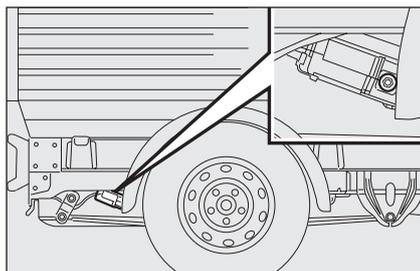

fig. 5
- Pour les châssis-cabine, à partir de la zone arrière droite du véhicule fig. 5 actionner la vis de manœuvre du dispositif qui retient la roue, en utilisant la clé en dotation;